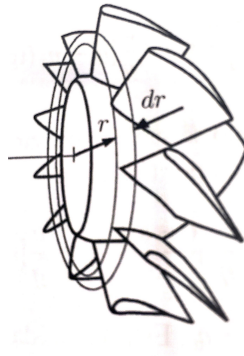
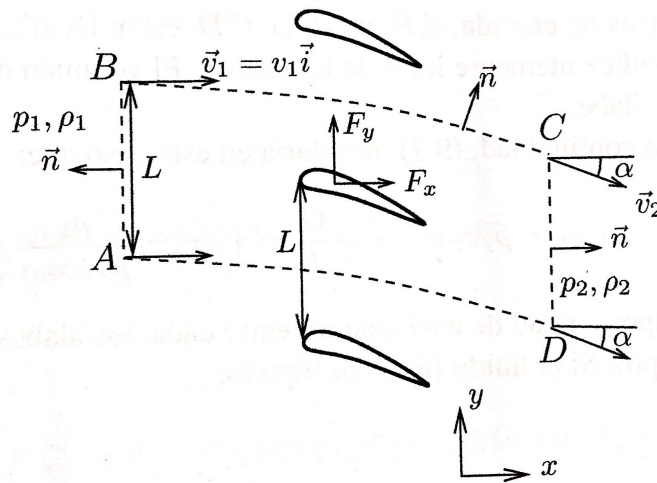

Figura 3: Representación 3D de una turbomáquina axial
Figura 4: Fuerza sobre un álabe de una cascada
3. **Cascada de álabes.** Se considera un perfil bidimensional plano, consistente en una corriente uniforme que incide en una cascada infinita de álabes, todos iguales y colocados periódicamente a una distancia L según una recta perpendicular a la corriente incidente, tal y como se indica en la figura 4. Este problema no es mas que una idealización de una parte del flujo de una bomba axial, como la mostrada en la figura 3, consistente en el estudio aislado de una sección de la turbomáquina, de forma de corona circular de centro en el eje de giro, y de pequeño espesor, que se ha desarrollado.